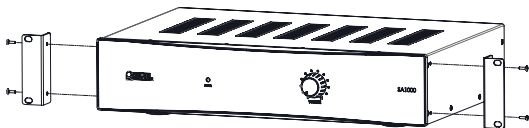

図4
- 設置に使用できる/または必要な場合は、同梱のねじを使用してアンプのフロントの各側面にラックマウント・ブラケットを取り付けます。図4をご参照ください